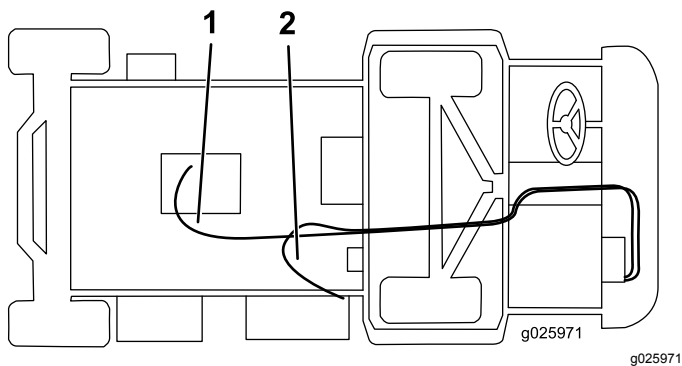

Figure 11
6. Raccordez le long flexible à la vanne de chauffage au moyen d'un collier, puis faites-le passer sous la machine, par dessus l'essieu et branchez-le au raccord droit (Figure 11).
7. Branchez le flexible court au raccord en T blanc à l'aide d'un collier, puis faites-le passer dans le collier en R du support de chauffage et branchez-le au raccord en T au flexible inférieur de radiateur avec un collier de serrage (Figure 11).